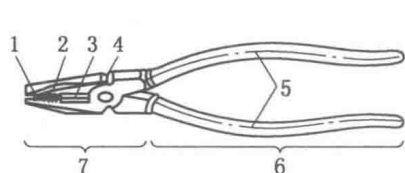

图 1-2 钢丝钳的结构
② 钢丝钳。
- a. 认识图1-2中钢丝钳的结构,写出各结构名称: